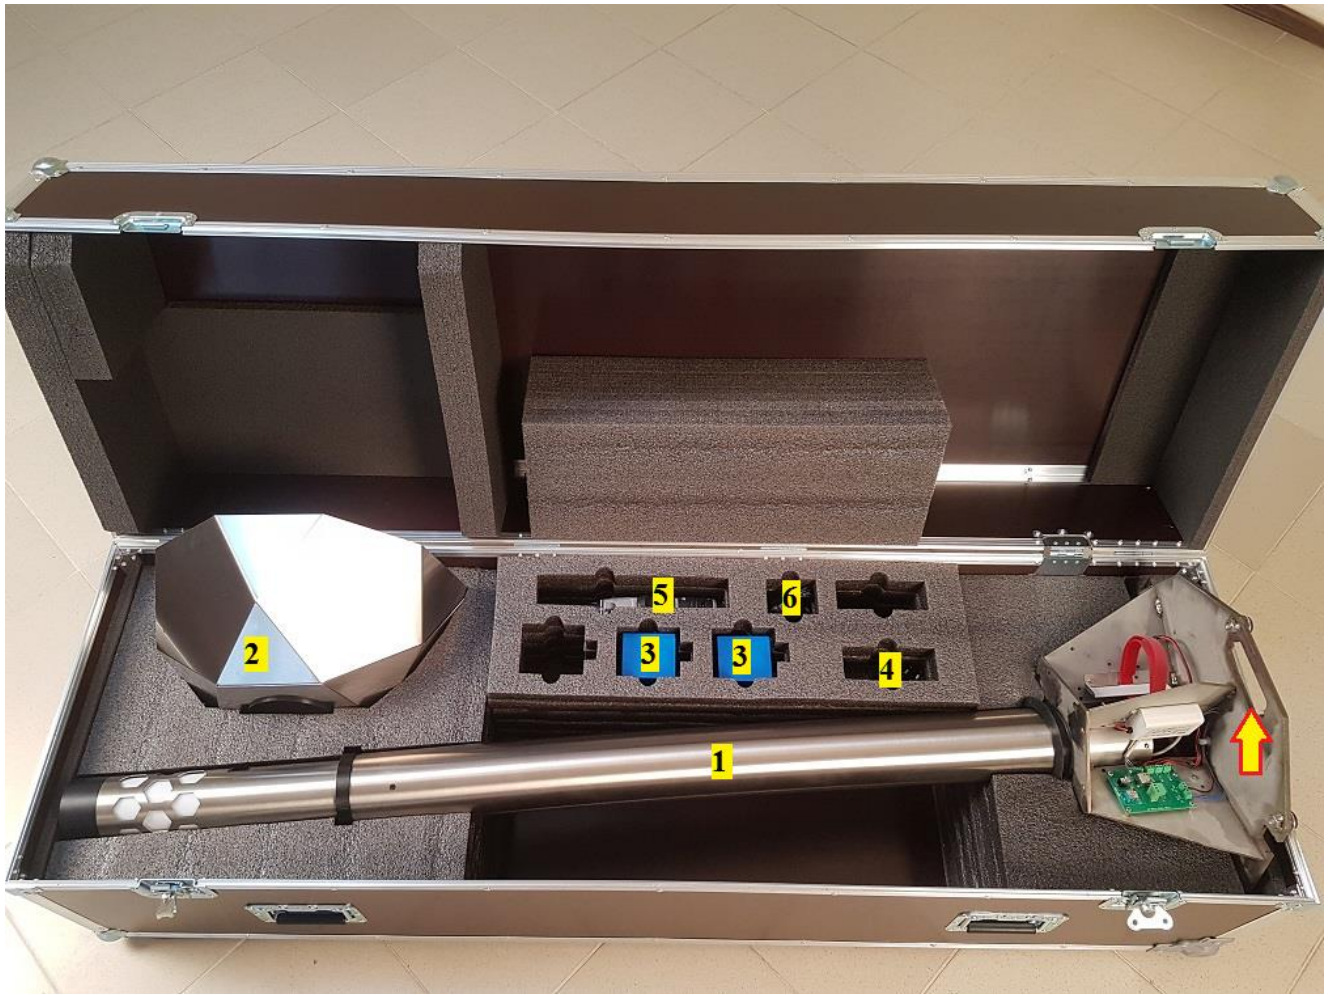

Рис.1
Комплекс BEWARD "СФЕРА" Тип 3 поставляется и должен транспортироваться в кофре. Внешний вид открытого кофра с оборудованием представлен на рис.1.
1. Извлекать и погружать комплекс в кофр необходимо вдвоём, один человек берёт комплекс за трубу в районе цифры 1 рис.1, второй человек берёт за вырез в основании комплекса отмечено стрелкой на рис.1. Далее комплекс устанавливается на ровную поверхность. В случае, если поверхность не ровная, то снизу комплекса предусмотрены ножки, вращая их можно выровнять комплекс на поверхности.
Защитный купол и комплекс необходимо уложить в кофр в точности как указано на рис. 1.